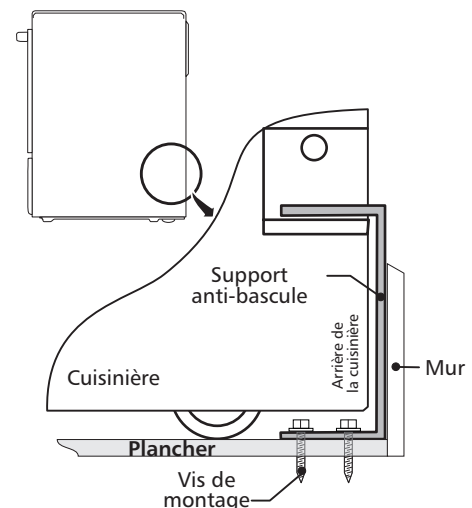

Figure 17
### 4. Réglage de la position "LOW" des robinets des brûleurs de surface réguliers (Figure 17)
### 5. Réglage de la position "LOW" du robinet double des brûleurs "Pont" ou "Triple" (certains modèles) (Figure 17)
2. Dépliez le gabarit de papier et placez-le à plat sur le plancher, l'avant et les extrémités des côtés exactement sur la ligne préalablement tracée (utilisez le diagramme ci-dessous pour localiser le support anti-bascule si le gabarit de papier n'est pas disponible (Figure 17)).